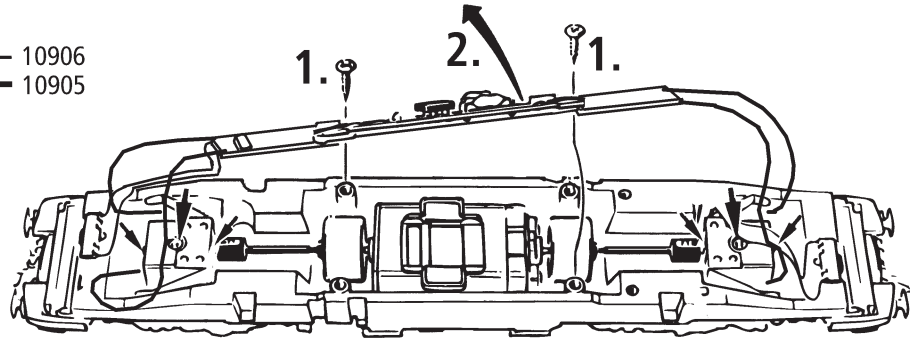
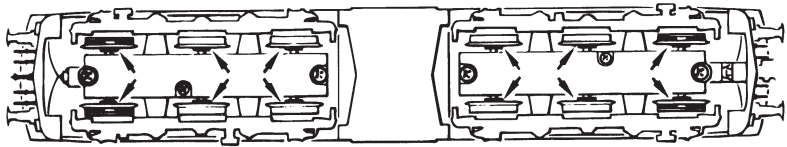

Fig. 6
Fig. 7
1. Reinigung der Radstromkontakte: Radstromkontakte können auf unsauberen Schienen leicht verschmutzen. Entfernen Sie **vorsichtig** mit einem kleinen Pinsel **den Schmutz** an den in Fig. 6 gekennzeichneten Stellen. Dazu zuerst den Getriebedeckel abnehmen (Fig. 6).
3. Haftreifenwechsel: Zuerst die Drehgestellblenden abnehmen (Fig. 7). Danach den **Radsatz** herausnehmen und die **Haftreifen** mit einer Nadel od. mit einem feinen Schraubendreher abziehen (Fig. 7). Beim Aufziehen der neuen Haftreifen darauf achten, dass diese sich nicht verdrehen.
1. Cleaning of wheel contacts: Wheel contacts easily get dirty on tracks which are not entirely clean. Use a small brush to **remove dirt** from spots marked in fig. 6. Prior to cleaning the contacts dismantle the bogie (fig. 6).
3. Change of traction tyre: Remove the bogie blind (fig. 7). Take out **wheel set** and remove **traction tyre** using a pin or a fine screwdriver (fig. 7). When pressing on the new traction tyre please **avoid twisting it**.
1. Nettoyage des lames de courant aux roues: Les lames de contacts risquent de s'encrasser rapidement sur des voies poussiéreuses. Veuillez **enlever la poussière** aux endroits marqués à la fig. 6 à l'aide d'un petit pinceau souple. A ces fins démontez d'abord le bogie (fig. 6).
3. Échange des bandages d'adhérence: Démontez d'abord le **couvre-carter** des en-grenages (fig. 6). Délogez ensuite les essieux ban-dagées et enlevez, à l'aide d'une aiguille ou d'un tourne-vis fin, les bandages d'adhérence (fig. 7). Lors du montage des nouveaux bandages veuillez veiller à ce que les bandages **ne soient pas tor-dues**.